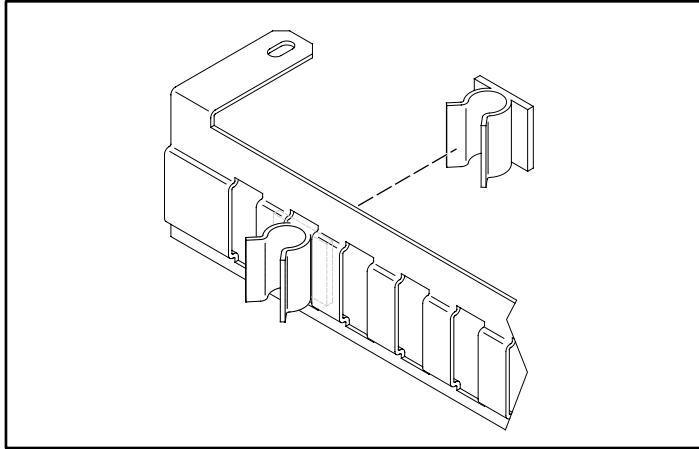

図13: ケーブルクリップをインストールする
- ドライブが8台のESL9000ライブラリの場合は、クランプの左端から2番目の位置から、各ケーブルクランプにケーブルクリップを4個ずつ取り付けます (図13を参照)。